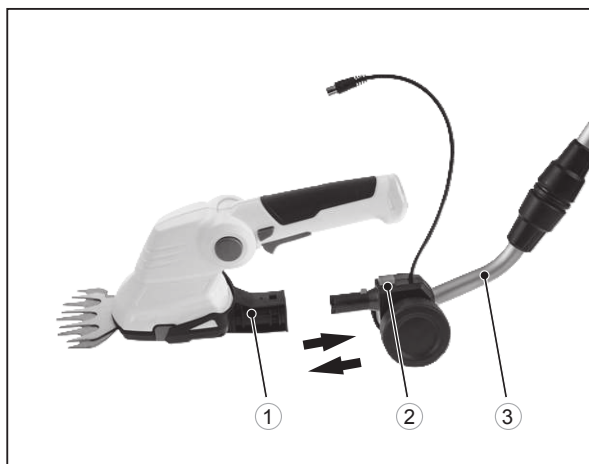

рис. 6
Для установки телескопической рукоятки с колесным блоком (3) под необходимым углом вставьте ее в отверстие блока-переходника телескопической рукоятки (1) до щелчка (рис. 6). Для снятия телескопической рукоятки с колесным блоком нажмите кнопку (2) и извлеките рукоятку из отверстия блока-переходника.